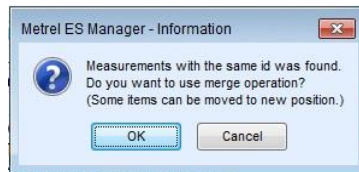

Abbildung 7.6: Informationsfenster zur Bestätigung der Zusammenführung
- **Gleiche eindeutige Identifikationen** wurden gefunden: Ein Informationsfenster zur Bestätigung der Zusammenführung **Abbildung 7.6** wird auf dem Bildschirm angezeigt: